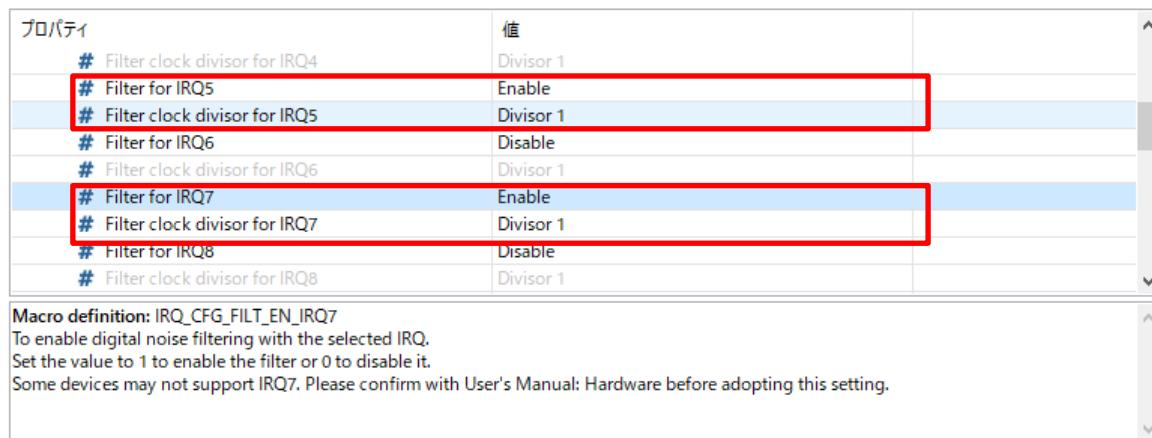

図 4.25: IRQ のコンフィギュレーションオプションの設定画面(1)
- 各ボードの Switch 用の IRQ 端子の[Filter for IRQn]コンフィギュレーションオプションを"Enabled"に、[Filter clock divisor for IRQn] コンフィギュレーションオプションを"Divisor1"に設定します。図 4.25 は Customer Board の初期値での設定を示しています。ご使用のボードの IRQ 端子に合わせて[Filter for IRQn], [Filter clock divisor for IRQn] コンフィギュレーションオプションを設定します。